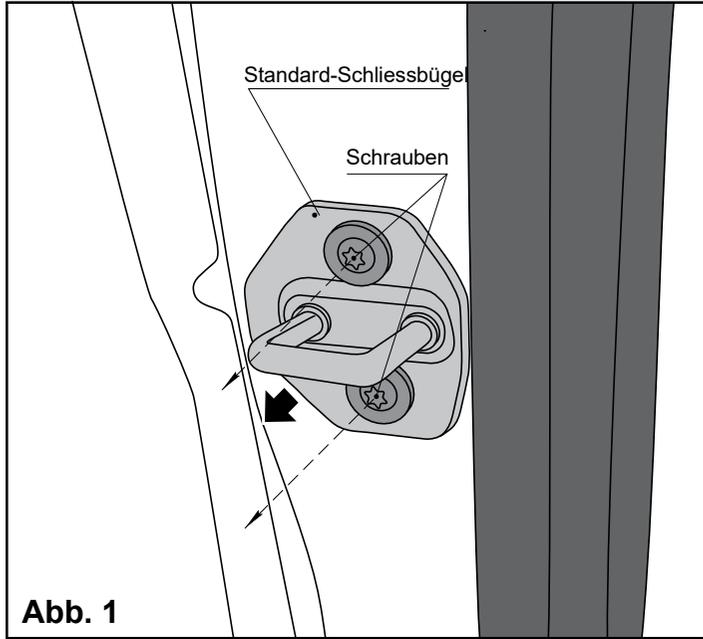

Abb. 1
1. Entfernen Sie den Standard-Schliessbügel, indem Sie die beiden Befestigungsschrauben (**Abb. 1**).